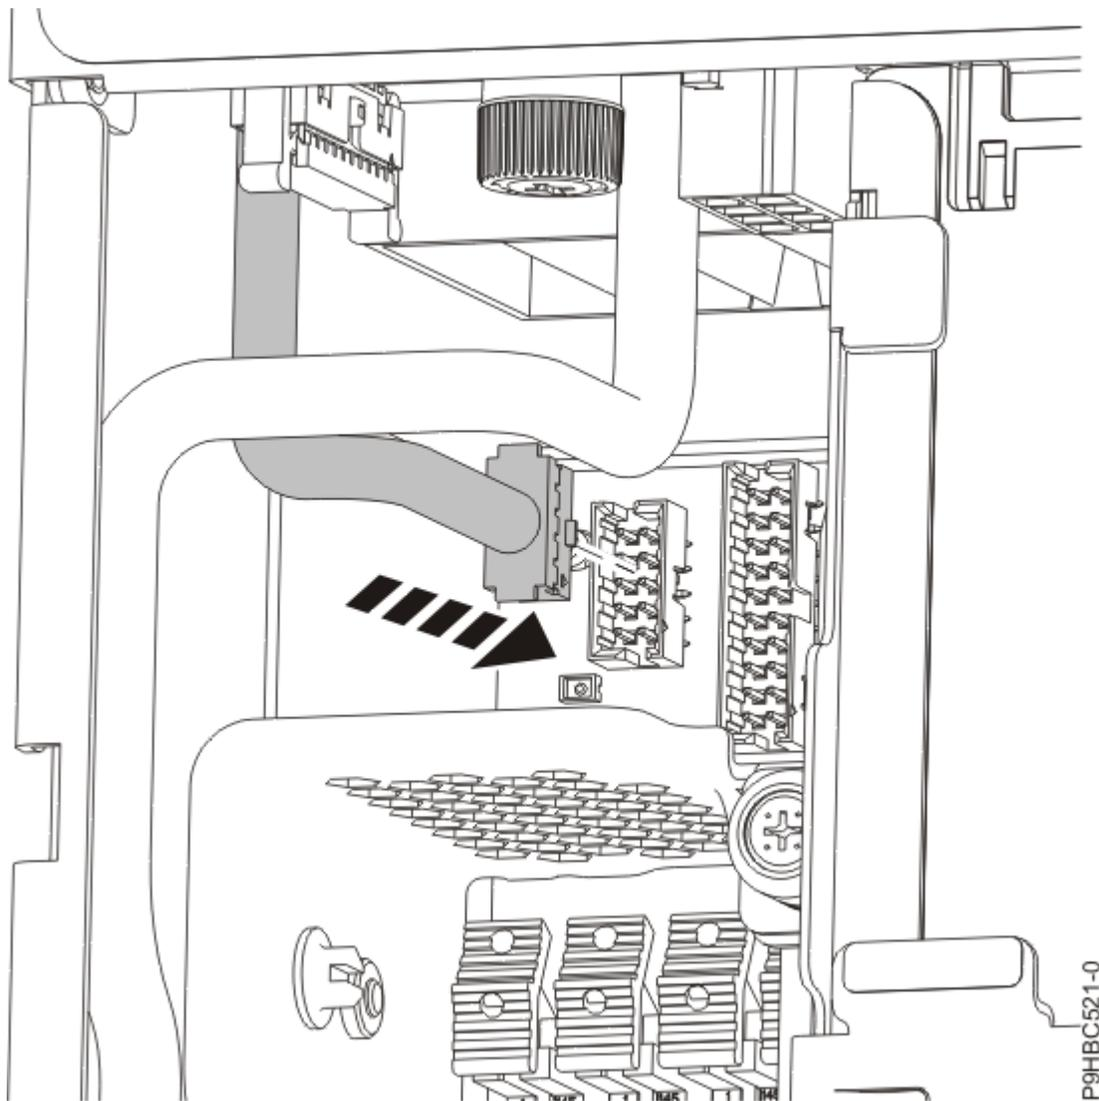

Figura 62. Ligar o cabo do ecrã do painel de controlo ao painel posterior do sistema
5. Ligue o cabo do ecrã do painel de controlo ao painel posterior do sistema conforme apresentado em Figura 62 na página 68.